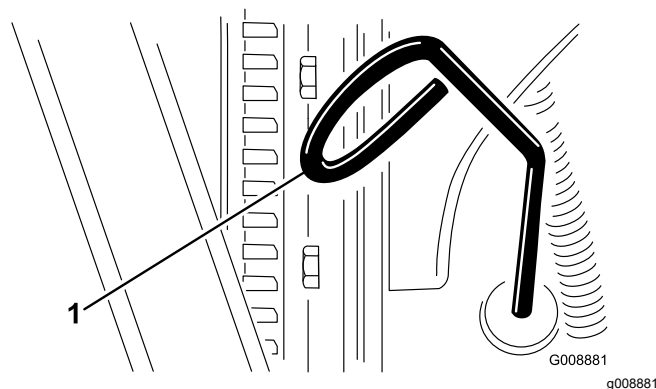

Рисунок 66
3. Выньте масломерный щуп (Рисунок 66) и протрите его чистой ветошью.